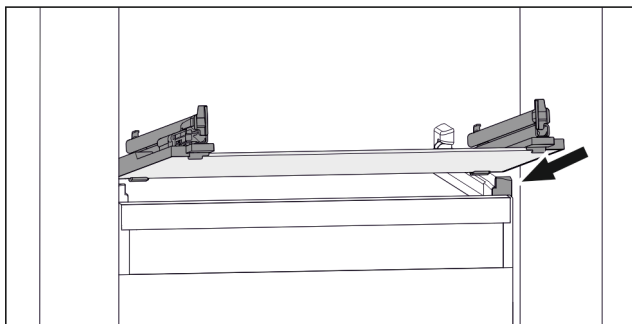

Fig. 98 Příklad znázornění skleněné desky
- ▶ Nasadte skleněnou desku šikmo za zarážku. (viz Fig. 98)